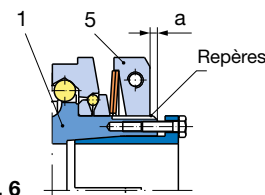

Fig. 6
- Exécutions à rotation libre (tailles 01-3) : la cote «a» correspond à la distance entre la face frontale de l'écrou de réglage (5) et le bord du moyeu (1), fig. 6.